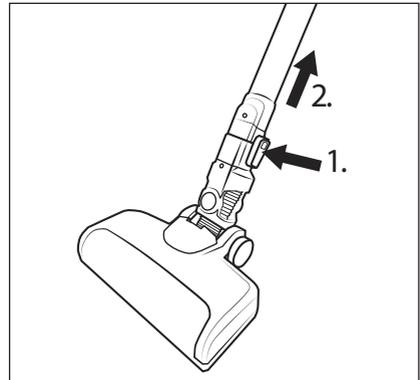

Abb. 12
- ◆ Um die Bodenbürste ⑳ vom Saugrohr ㉑ zu entfernen, halten Sie die Bodenbürsten-Entriegelungstaste ㉒ gedrückt und ziehen Sie das Saugrohr ㉑ von der Bodenbürste ㉒ ab (siehe Abb. 12).